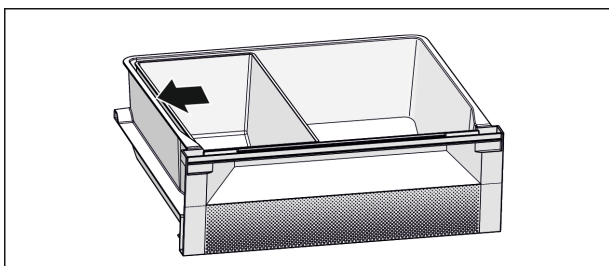

Fig. 7
- ▶ Für eine optimale Kühlfunktion: Fish & Seafood-Schale nach Abbildung (siehe Fig. 7) positionieren.